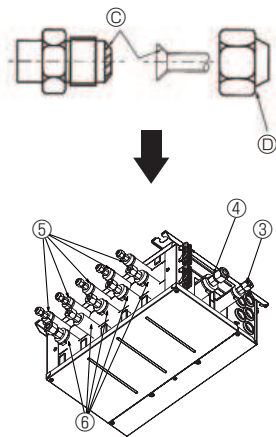

Fig. 7-2
- © Applicera köldmedelsolja på flänssätets hela (Fig. 7-2)yta.